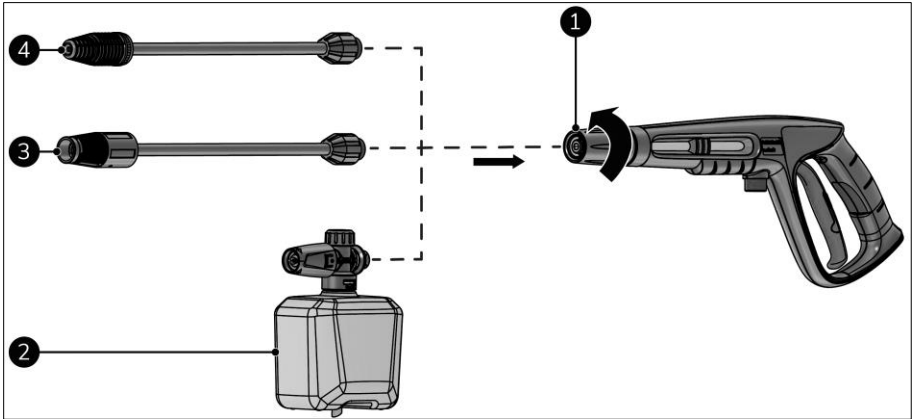

Abbildung 13
1. An der Strahlpistole (Abbildung 13, Pos. 1) anschrauben (festziehen):
- die Schaumdüse (Abbildung 13, Pos. 2), oder;
- die einstellbare Düse (Abbildung 13, Pos. 3), oder;
- die Turbodüse (Abbildung 13, Pos. 4).